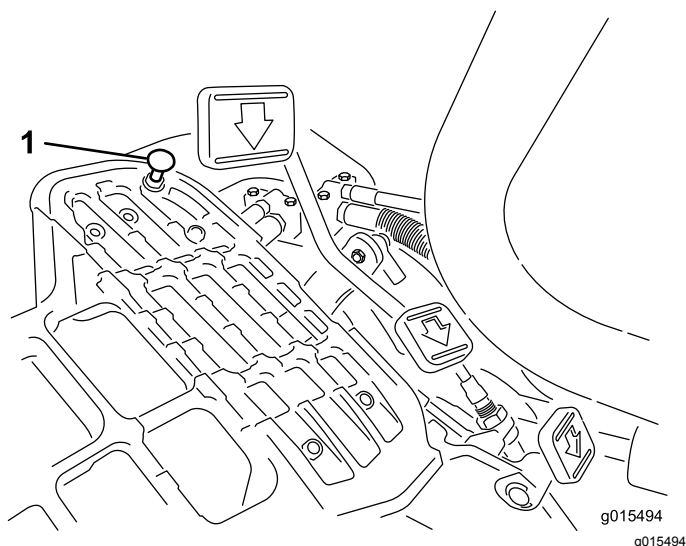

Figura 33
Para obtener la velocidad máxima de transporte, ponga la palanca de control funcional en la posición de TRANSPORTE y pise el pedal de tracción. Si el pedal toca el tope (Figura 33) antes de que se note tensión en el cable, ajústelo como se indica a continuación:
1. Ponga la palanca de control funcional en la posición de TRANSPORTE y afloje la contratuerca que fija el tope del pedal a la chapa del suelo (Figura 33).